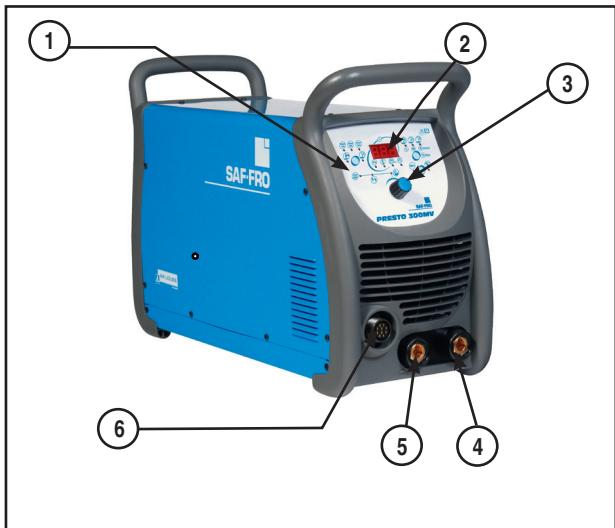
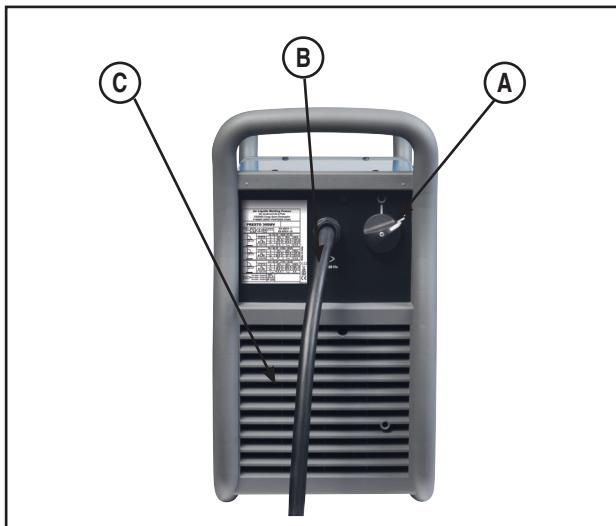
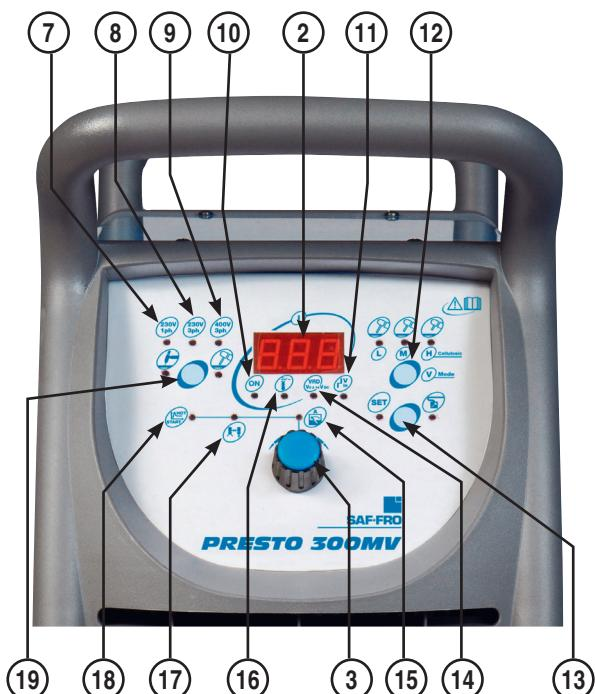

Fig. 2
Fig. 3
Fig. 8
C. Ventilazione: l'unità è equipaggiata internamente con una circuiteria di controllo (Fan as Needed, F.A.N.) che attiva o disattiva automaticamente la ventola in base alle esigenze. Questa funzione permette di ridurre sia il consumo energetico sia la quantità di sporcizia che può esser aspirata all'interno della macchina. Quando la macchina viene accesa (Rif. A – Fig. 3) la ventola si accende. Durante le operazioni di saldatura la ventola continua a funzionare. Se la macchina non salda per oltre cinque minuti, la ventola si spegne.
- a. Per la saldatura DCEP (Direct Current Electrode Positive – elettrodo al positivo) collegare il cavo porta elettrodo al terminale di uscita positivo (Rif. 4 – Fig. 2).
8. **Accendere la macchina (Rif. A – Fig. 3)** e selezionare la modalità di saldatura a elettrodo (Rif. 19 – Fig. 8).
13. Utilizzo del comando a distanza: inserire il connettore del comando a distanza nella presa a 10 pin sul pannello anteriore (Rif. 6 – Fig. 2). Attivare la presa con il tasto relativo (Rif. 13 – Fig. 8). In questa condizione, la corrente può essere regolata indipendentemente dall'impostazione effettuata sull'unità. Occorre però fare attenzione: la corrente di saldatura massima impostabile tramite comando a distanza dipende dal valore programmato sul pannello frontale attraverso la manopola di comando dell'encoder (Rif. 3 – Fig. 8).
4. Collegare il cavo di lavoro al terminale di uscita positivo (Rif. 4 – Fig. 2) e collocare la pinza in prossimità della zona di saldatura.
5. Collegare il cavo della torcia al terminale di uscita negativo (Rif. 5 – Fig. 2) e montare l'elettrodo e l'ugello del gas sulla torcia (verificare lo stato dell'elettrodo infusibile).
8. Accendere la macchina (Rif. A – Fig. 3). L'unità si avvia con la stessa impostazione dei parametri precedente.
9. Selezionare la modalità di saldatura TIG LIFT (Rif. 19 – Fig. 8).
11. Con la manopola di controllo dell'encoder (Rif. 3 – Fig. 8), pre-impostare la corrente di saldatura su un valore nell'intervallo min/max utilizzabile (il valore dipende dalla tensione di alimentazione disponibile nella zona e dal processo di saldatura)
12. Utilizzo del comando a distanza: inserire il connettore del comando a distanza nella presa a 10 pin sul pannello anteriore (Rif. 6 – Fig. 2). Attivare la presa con il tasto relativo (Rif. 13 – Fig. 8). In questa condizione la corrente può essere regolata indipendentemente dalla impostazione sull'unità, ad eccezione della corrente di saldatura massima che sarà quella determinata dalla manopola di controllo dell'encoder (Rif. 3 – Fig. 8).
IMPORTANTE: QUANDO LA MACCHINA È ALIMENTATA (RIF. A – FIG. 3) LA SPIA LED VERDE D'ACCENSIONE S'ILLUMINA (RIF. 10 – FIG. 8) INSIEME A UNO DEI TRE LED CORRISPONDENTI ALLA TENSIONE DI INGRESSO (RIF. 7, 8, 9 – FIG. 8) CHE INDICANO LE CARATTERISTICHE DELLA RETE CUI È COLLEGATA L'UNITÀ.
Sono disponibili le seguenti pre-impostazioni e visualizzazioni (consultare la Fig. 8):
Rif. 15. Con il LED rosso acceso, utilizzare la manopola di comando dell'encoder per regolare la corrente di saldatura. L'amperometro (Rif. 2) visualizza il valore pre-impostato e la corrente effettiva durante la saldatura. Il LED della corrente di saldatura (Rif. 15 – Fig. 8) normalmente è acceso; è spento solo quando sono attivate le funzioni Hot Start o Arc Force.